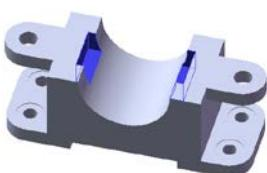
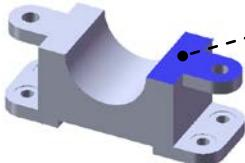
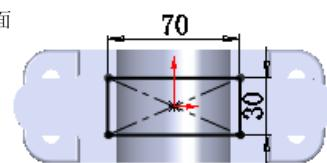

图 5.23.21 切除-拉伸 1
图 5.23.22 草图基准面
图 5.23.23 横断面草图
Step12. 创建图 5.23.21 所示的零件特征——切除-拉伸 1。
(1) 选择命令。选择下拉菜单 **插入(I)** → **切除(C)** → **拉伸(E)...** 命令。
(2) 定义特征的横断面草图。选取图 5.23.22 所示的模型表面作为草图基准面；绘制图 5.23.23 所示的横断面草图；选择下拉菜单 **插入(I)** → **退出草图** 命令，系统弹出“切除-拉伸”对话框。
注意：在绘制图 5.23.23 所示的横断面草图时应使用“中心矩形”命令，并约束所绘矩形中点与原点重合。